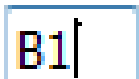

Bild 9.19 Textfeld "Bezeichnung des Bohrprofils"
- Doppelklicken Sie auf Bezeichnung des Bohrprofils. Das entsprechende Textfeld (Bild 9.19) erscheint, um die Bezeichnung des Bohrprofils zu modifizieren